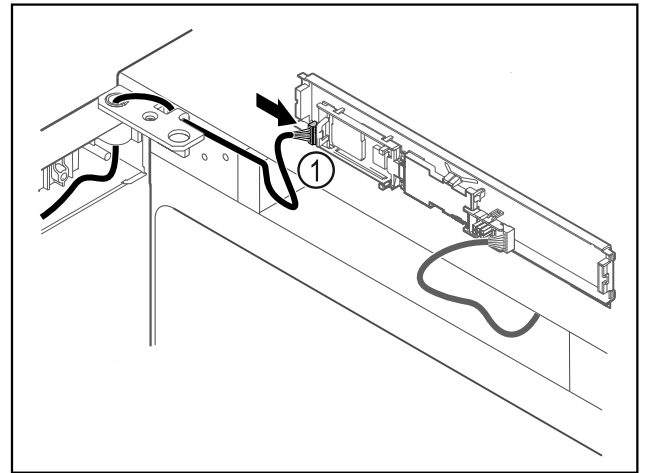

Fig. 59
- Lidhni spinën Fig. 59 (1) në qark.